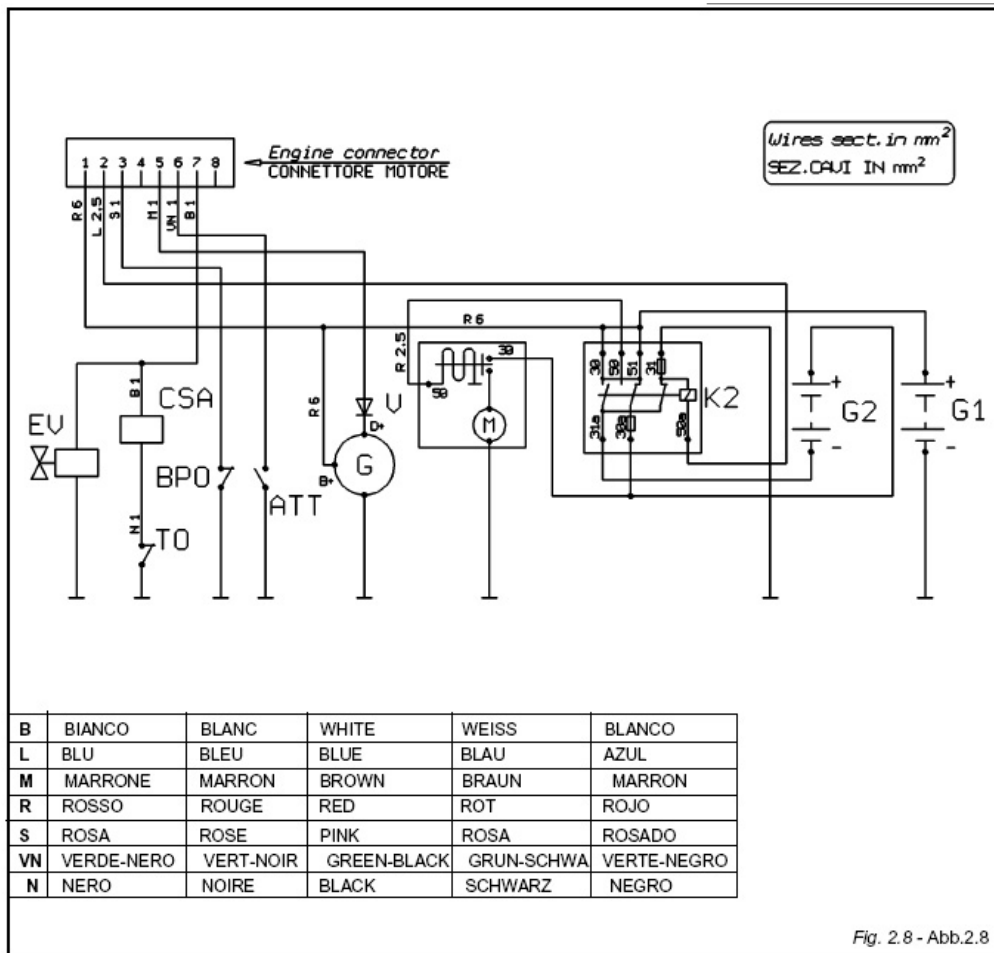

Fig. 2.8 - Abb.2.8
(FIG. 2.8)**
À 24V (FIG. 2.8)**
24V (FIG. 2.8)**
2.4 INSTALACION ELECTRICA 12V Y MOTOR DE ARRANQUE 24V (FIG. 2.8)